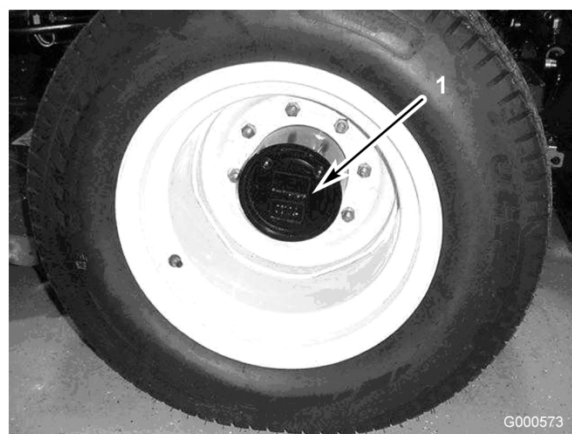

Bild 41
1. Stellen Sie, wenn sich die Maschine auf einer ebenen Fläche befindet, das Rad so, dass sich die Prüf-/Ablassschraube (Bild 41) entweder in der 2-Uhr- oder der 10-Uhr-Stellung befindet.
2. Nehmen Sie die Schraube am Planetengetriebe ab (Bild 41). Öl sollte sich unten am Prüfschraubenloch befinden.